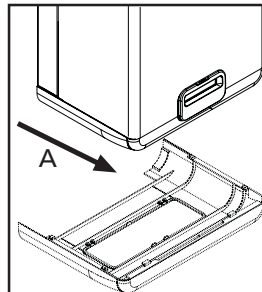

Fig. 4.31
- Sfilare la copertura raccordi dalla sua sede tirandola verso di sé (A) (fig. 4.31)